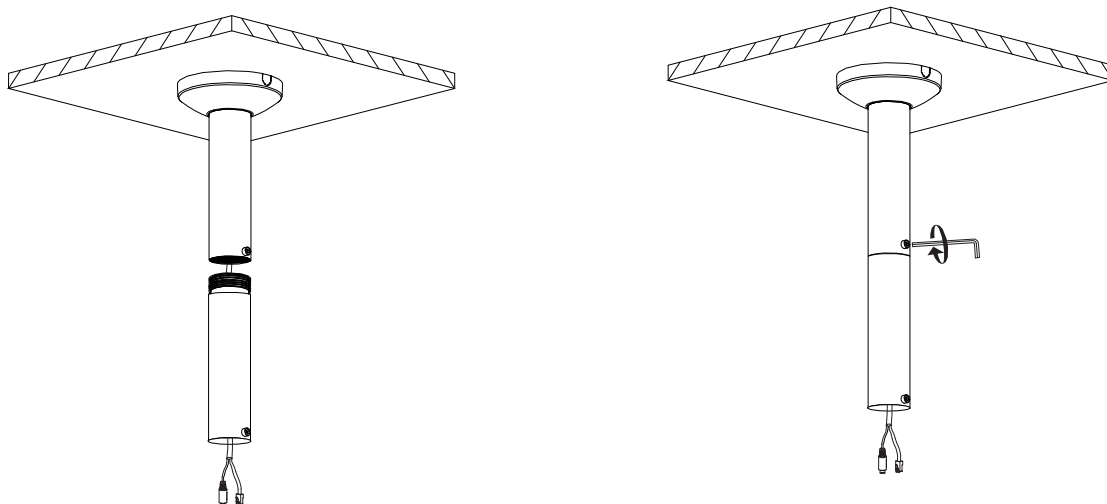

Рисунок 4.6 – Монтаж
9. С помощью ключа «Шестигранник» затяните фиксирующий винт М6×8 потолочного кронштейна BOLID BR-104 (Рисунок 4.6) для фиксации адаптера-удлиннителя.
11. С помощью ключа «Шестигранник» затяните фиксирующий винт М6×8 адаптера-удлиннителя BOLID BR-301 (Рисунок 4.6) для фиксации монтажного адаптера BOLID BR-306.